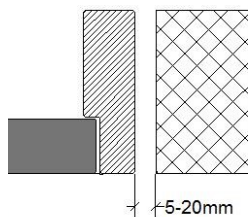

fig. 4
-skal fugerne mellem karmen og væggen have en bredde mellem 5 og 20 mm (fig. 4).